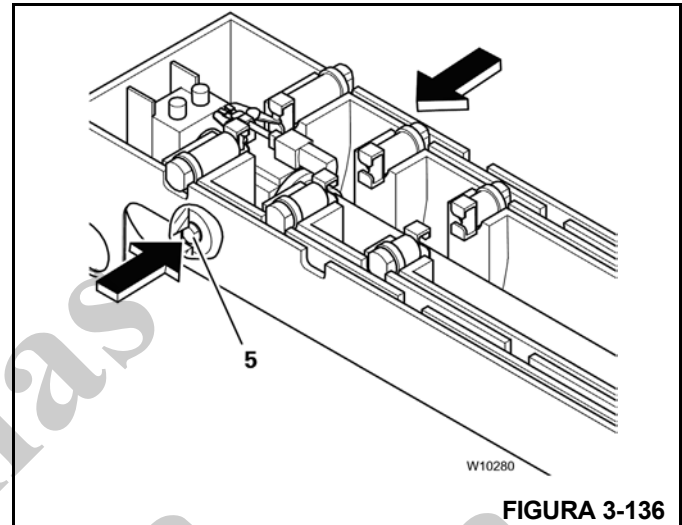

FIGURA 3-136
1. Destruar o cilindro telescópico (Figura 3-136);
- a. Os pinos de travamento do cilindro (5) se retraem, destravando o cilindro telescópico.